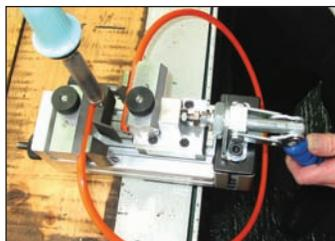

Figura 5
10. Levante la manivela azul para acercar los dos extremos de la correa en la abrazadera. Deje suficiente espacio entre los extremos de la correa para introducir la cuchilla del cortador en caliente (figura 5).